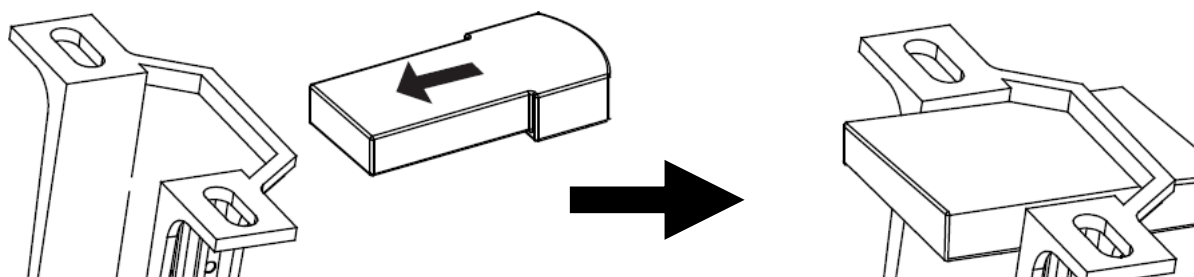

Fig. 8
Consulte la Fig. 8 para conectar los cables del ventilador.
- Inserte con cuidado el receptor de la señal remota por encima de la junta esférica e introdúzcalo en el espacio restante dentro del soporte de techo. Procure no dañar ni aflojar ninguno de los cables. (Fig. 8).